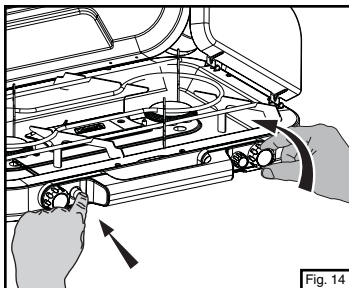

Fig. 14
- Enfoncez longuement le bouton de l'allumeur puis ouvrez le bouton de commande en grand. (Fig. 14)